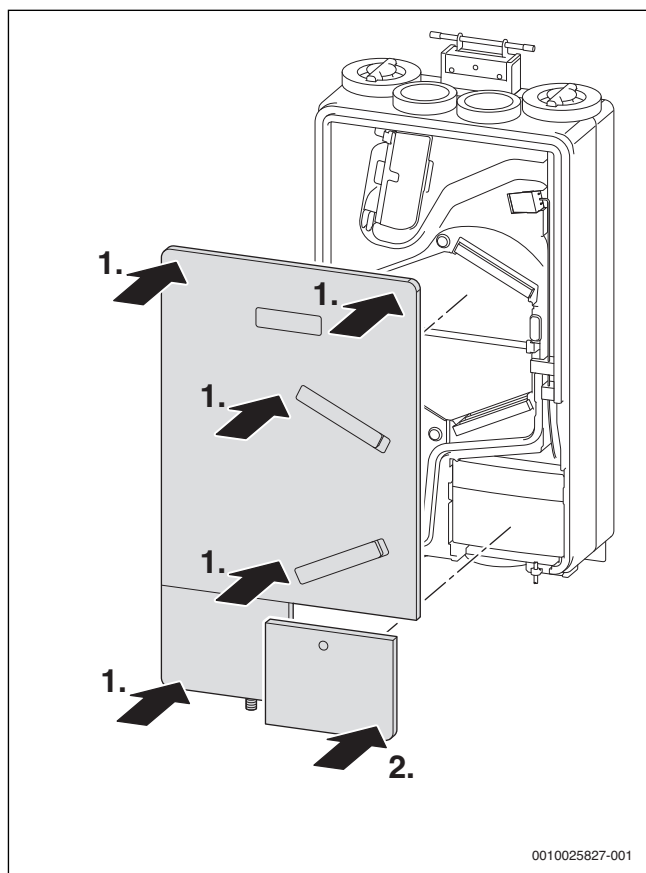

Bild 68 Geräteabdeckung schließen
- der Deckel des Lüftungsgeräts und die Abdeckung der Elektronik dicht schließen. Beim Verschließen den Deckel auch auf Höhe des Wärmetauschers andrücken (Bild 68). Die Nut zwischen Deckel/Abdeckung und Gerät muss gleichmäßig breit sein.
- der Deckel des Lüftungsgeräts und die Abdeckung der Elektronik dicht schließen. (Beim Verschließen den Deckel auch auf Höhe des Wärmetauschers andrücken → Bild 68.) Die Nut zwischen Deckel/Abdeckung und Gerät muss gleichmäßig breit sein.